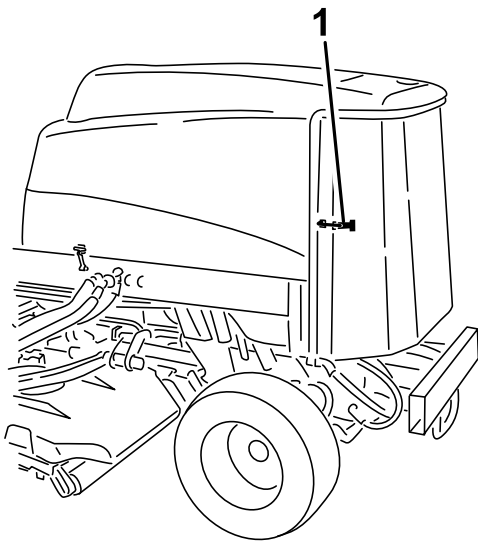

Рисунок 117
3. Откройте защелку и откиньте заднюю решетку (Рисунок 117).